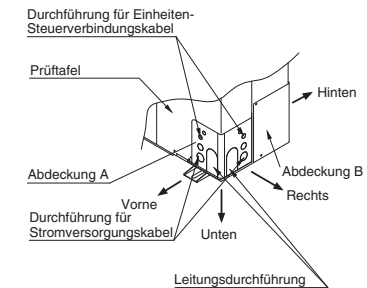

Abb. 4-2
- Wenn die Verlegung nach unten erfolgt, mithilfe einer Zange oder eines anderen geeigneten Werkzeugs den unteren Flansch von der Abdeckung A ausschneiden. (Abb. 4-2)